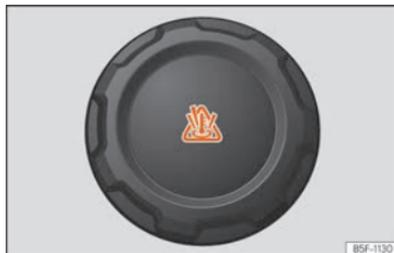

Fig. 181 Vano delantero: tapón del depósito de expansión del líquido refrigerante.
- El depósito de expansión del líquido refrigerante del motor se reconoce por el símbolo que hay sobre la tapa ⚠ » » » fig. 181